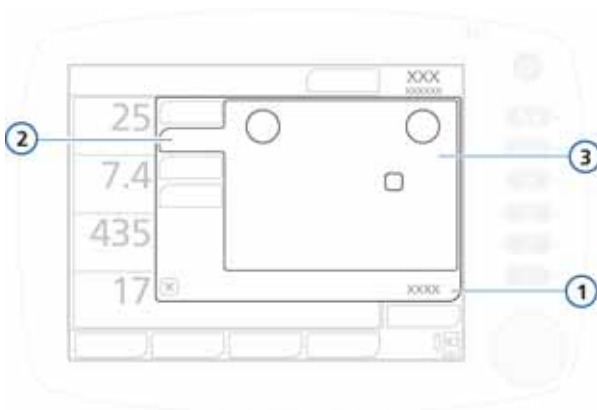

Figura 4-6. Impostazioni Più, finestra Comandi
3. Aprire la finestra **Comandi** -> **Più** (Figura 4-6). Selezionare e regolare i parametri secondo le esigenze.
2. Aprire la finestra **Comandi** -> **Più** (Figura 4-6). Selezionare e regolare i parametri secondo le esigenze.